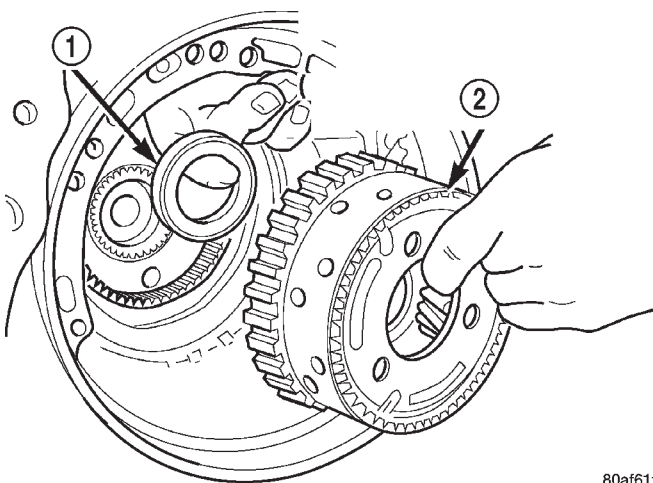

Fig. 131 Instalación del conjunto del portador delantero y el engranaje anular trasero
(50) Instale el conjunto de portador delantero y anular trasero, y el cojinete de agujas nº 6 (Fig. 131).